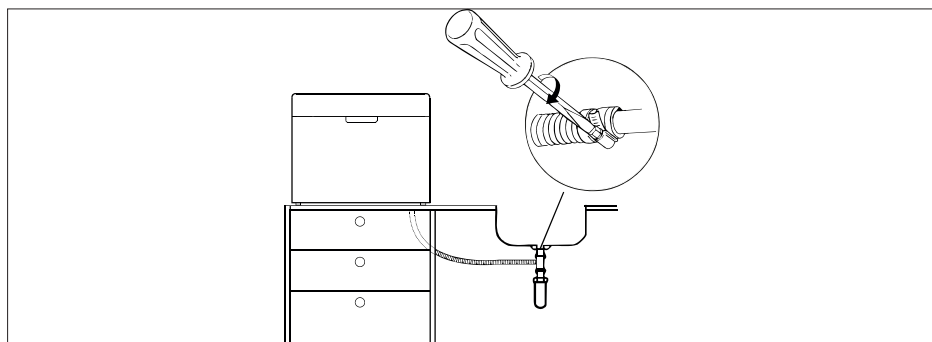

Abb. 7
- Fixieren Sie das Schlauchende, so dass der Schlauch nicht abrutschen kann (siehe **Abb. 7**).